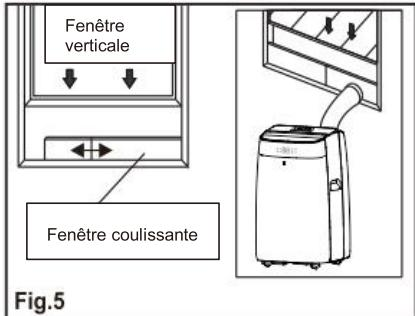

Fig.5
4. Fixez la sortie du tuyau dans le kit de glissière de fenêtre et scellez. (Fig.5&6).